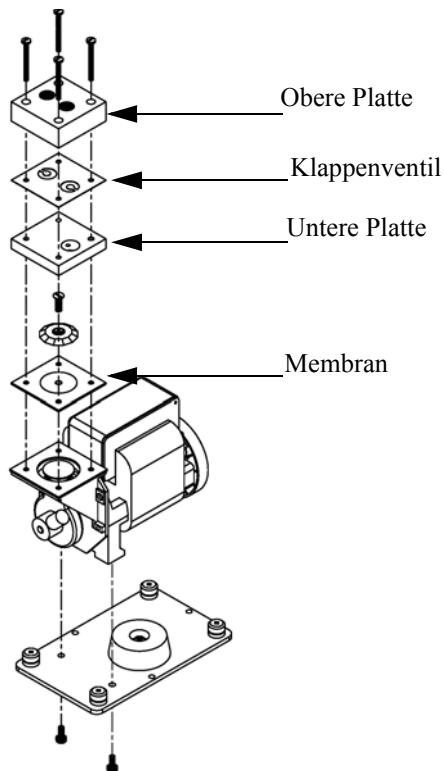

Abb. 5-3. Pumpe instand setzen
Um die Pumpe wieder instand zu setzen (Abb. 5-3), gehen Sie bitte wie folgt vor. Zum Tauschen der Pumpe beachten Sie bitte die Anweisungen im Abschnitt „Austausch Pumpe“ im Kapitel „Service & Wartung“.
3. Entfernen Sie die vier Schrauben von der oberen Platte, nehmen Sie dann die obere Platte, das Klappenventil und die untere Platte ab. (Abb. 5-3).